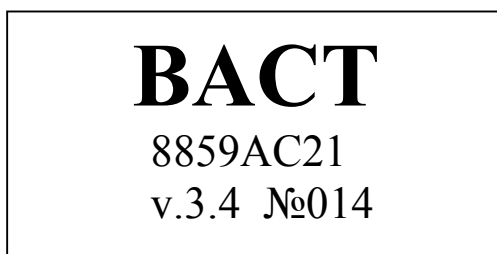
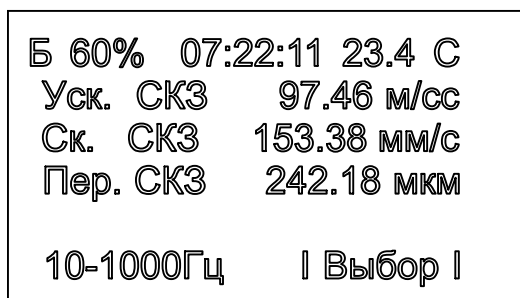

Рис. 3
Рис. 4
4.3.3. Включение виброметра производится нажатием клавиши ВКЛ. до появления изображения на дисплее. На дисплее в течение десяти секунд высвечивается картинка (рис.3) содержащая наименование предприятия - изготовителя, контрольную сумму ПО, номер версии рабочей программы и заводской номер виброметра. Далее высвечивается картинка базового режима (рис.4, см. п. 5.3.5) или картинка последнего варианта измерения, если оно выполнялось перед отключением (см.п.5.3.1.5).
- текущий уровень заряда аккумуляторной батареи в процентах (на рис.4 - "Б 60%");
Высветится номенклатура полосовых фильтров виброметра (рис. 10). Нажатием клавиш ▲ ▼ выбрать фильтр (например, "НЧ от 10 до 1000Гц) и нажать клавишу "—" (правая). Высветится картинка базового режима с выбранным фильтром (Рис.4).